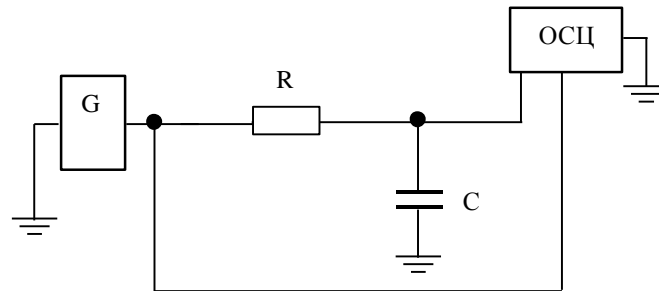

Рисунок 2
2.1. Дослідити форму сигналів на виході ФНЧ (рис.2) при подачі на його вхід: прямокутного, пилообразного і синусоїдального сигналу при різних постійних часу.